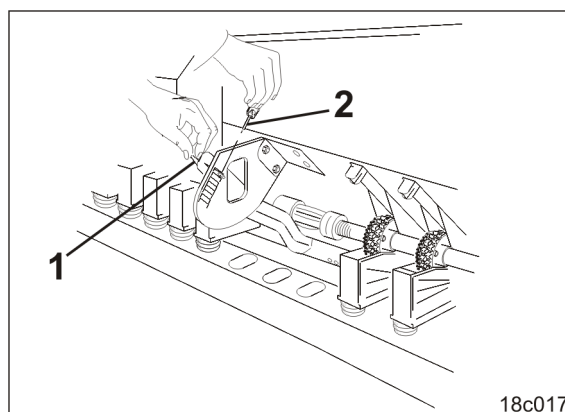

Fig. 167
1. Dans le groupe perforé, régler le levier des trappes de fond (Fig. 167/1) sur la valeur indiquée dans le tableau (voir page 58).
2. Bloquer le levier du clapet de fond avec une goupille d'arrêt (Fig. 167/2).